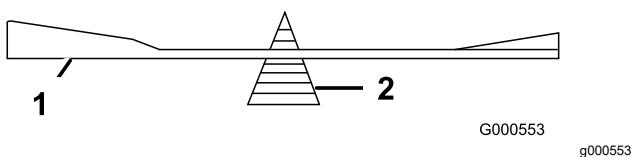

Figura 78
- Verifique o equilíbrio da lâmina colocando-a num equilibrador de lâminas (Figura 78).